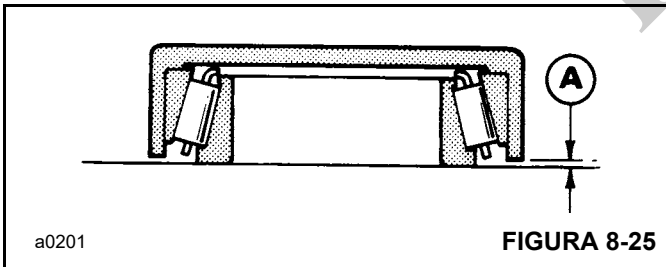

FIGURA 8-25
2. Posicione o copo de medição do rolamento do pinhão sobre o conjunto do rolamento, Figura 8-25. Meça a folga A. Adicione a profundidade da ferramenta de 30,1 mm (1.18 pol.) à folga A para obter a profundidade do rolamento.